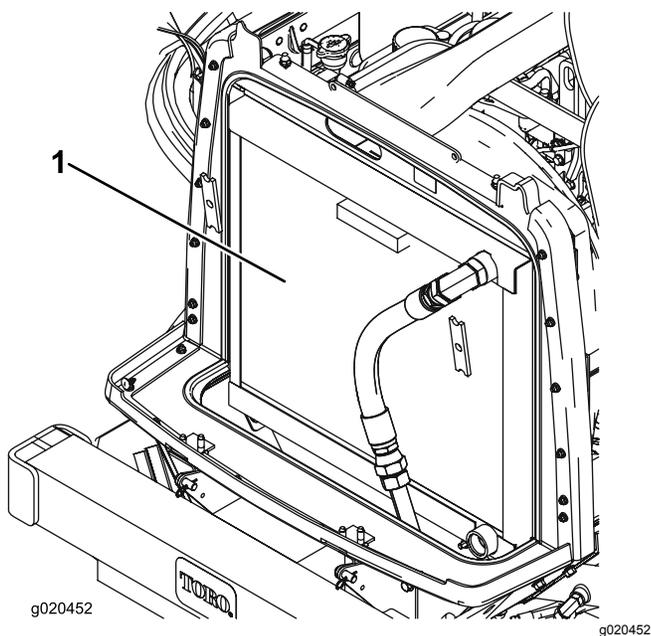

図 111
3. オイルクーラとラジエターの裏表を圧縮空気ですばりに清掃する 図 111。